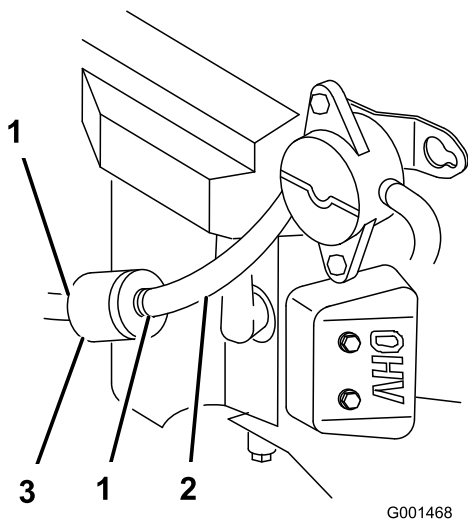

Рисунок 31
4. Сожмите концы хомутов шланга и отодвиньте их от фильтра (Рисунок 31).